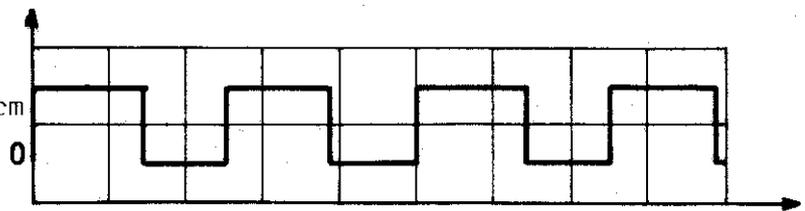
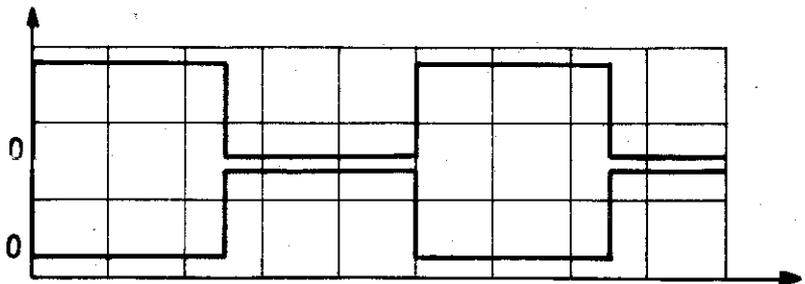
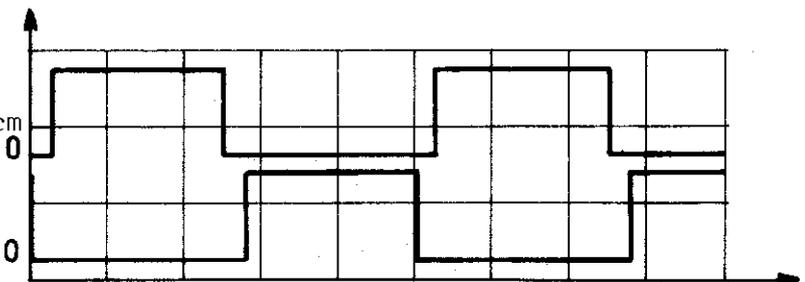

Fig.1
Fig.2
Fig.4
. Le transistor Q102 monté en générateur de courant constant alimente le circuit intégré AR105. Celui-ci monté en multivibrateur génère une fréquence de 80 KHz (13) (fig1), son diviseur par 2, génère une fréquence de 40 KHz (Q et \bar{Q} → 10 et 11). La sortie 11 attaque le transistor Q104 à 40 KHz (fig. 2)
. La sortie 10 de AR105 (fig.2) attaque les comparateurs AR104 (8,9,14- 10, 11,13); les temporisations à la montée du signal (11) et à la descente (8) (fig. permettent d'obtenir un état haut plus court que l'état bas sur les sorties 13 et 14 (fig.4), ce qui évite de dépasser T/2 sur les étages de puissance malgré les temps de stockage des transistors.